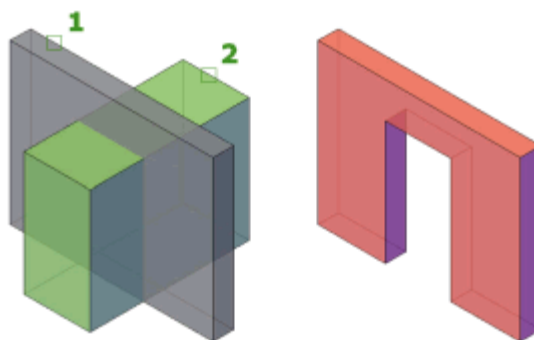

Рисунок 7.15 – Операція *Вычитание*
Для виконання операції оберіть об'єкти, які потрібно зберегти (1), натисніть ENTER, а потім оберіть об'єкти (2), які слід відняти (рис. 7.15).